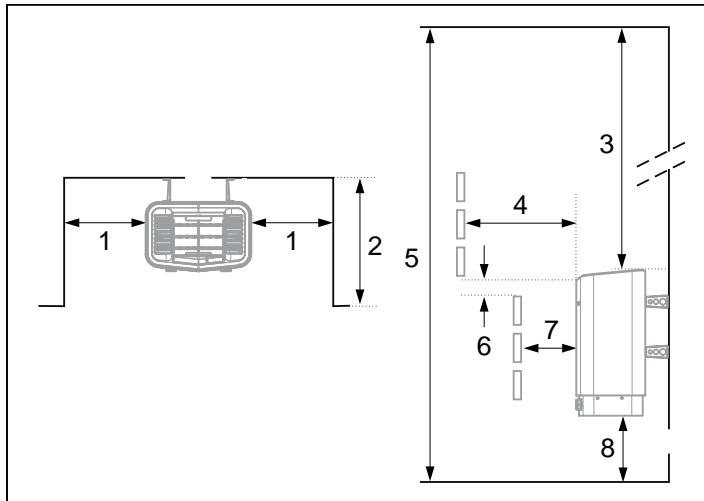

Fig 3: Placering av bastuaggreat - nischmontage
- på samma vägg som dörren (endast i undantagsfall på sidoväggen, men då mycket nära dörrväggen). Aggregatet kan också placeras i nisch (se Fig 3, sidan 2).
Placer aggregatet på säkert avstånd till golv, sidovägg och inredning (se Fig 3, sidan 2).